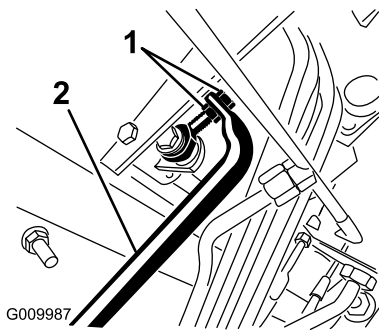

Bild 96
- Stellen Sie die Klemmmuttern am Pumpenstangenende ein, um das Pumpensteuerungsrohr nach vorne zu verschieben, um ein Kriechen nach vorne zu vermeiden, oder um das Pumpensteuerungsrohr nach hinten zu verschieben, um ein Kriechen nach hinten zu vermeiden (**Bild 96**).